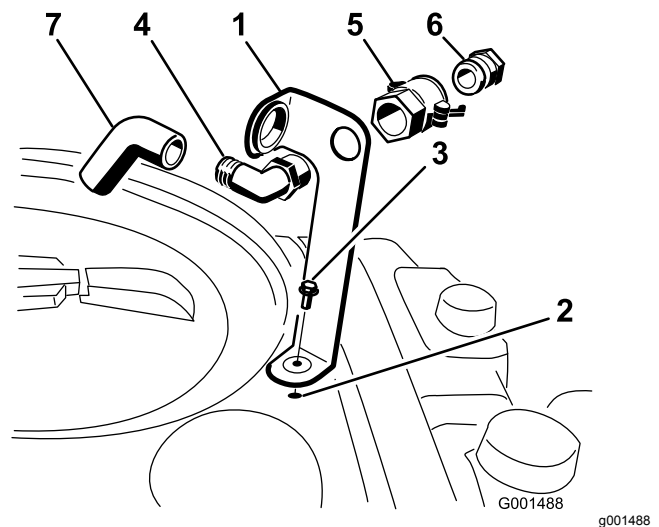

Figure 3
avec un boulon à embase (5/16" x 3/4"), comme montré à la Figure 3.
2. Passez l'extrémité filetée du raccord coudé à 90 degrés dans le trou du support et vissez-y le raccord rapide pour le fixer au support (Figure 3).
3. Raccordez l'adaptateur de flexible au raccord rapide (Figure 3).
4. Bloquez l'adaptateur en place en basculant les leviers vers l'adaptateur puis en les fixant en position avec les goupilles fendues (Figure 3).
5. Placez le flexible antisiphonnage dans la grande ouverture du support et branchez-la à l'extrémité cannelée du raccord coudé à 90 degrés (Figure 3).